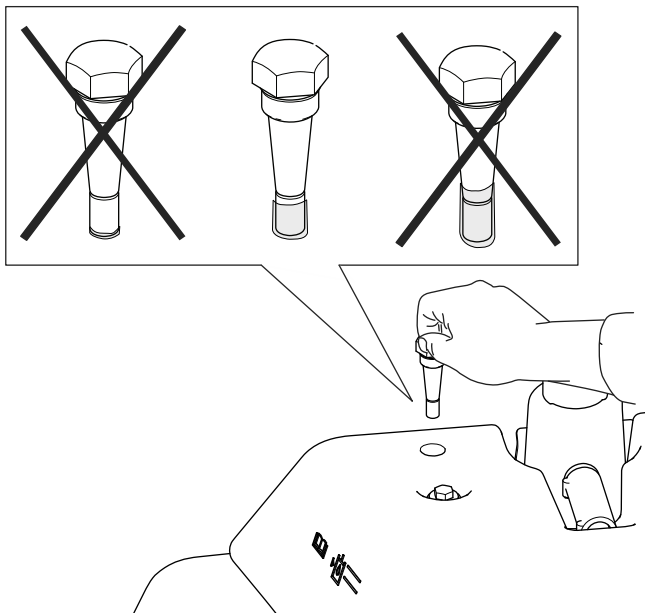

Figura 49
4. Retire a vareta e verifique o nível de fluido. Se o nível de óleo se encontrar entre as marcas na vareta, o nível de óleo é suficiente. Se o nível de fluido não se encontrar entre as marcas, ajuste o nível de fluido de acordo (Figura 49).